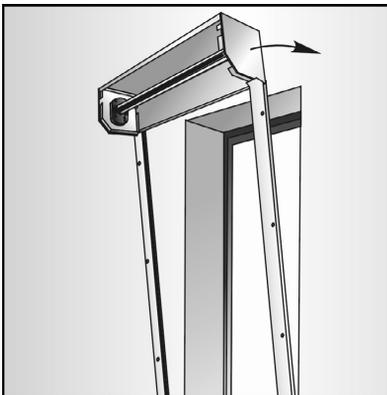

Abb.2.17
- Bei der Montage vor der Öffnung ist das Gerüst an die Einfassung der Öffnung anzulegen (Abb.2.17);